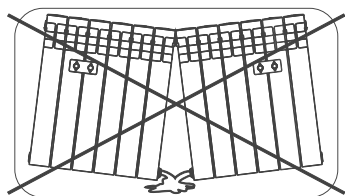

рис. 2
- 7.4. Для монтажа радиаторов с числом секций до 12 используйте 2 кронштейна, для 12 и более 3 кронштейна (2 сверху, 1 снизу) (рис. 2)